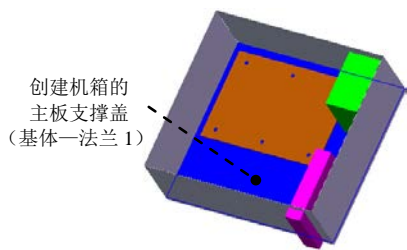

图 17.4.11 创建机箱的主板支撑盖
Step3. 创建图 17.4.11 所示的基体—法兰 1。
(1) 选择命令。选择下拉菜单 **插入(I)** → **钣金(H)** → **基体法兰(A)...** 命令。
(2) 定义特征的横断面草图。选取上步绘制的草图作为横断面草图。在草图工具栏中单击  命令，退出草图环境，此时系统弹出“基体法兰”对话框。
(3) 定义拉伸深度属性。采用系统默认的深度方向。在“基体法兰”对话框的**钣金参数(S)**区域中, 输入厚度值 0.5。在**折弯系数(A)**区域中的下拉列表中选择**K 因子**选项, 并在其文本框中输入 0.4。
(4) 单击按钮, 完成基体一法兰 1 的创建。